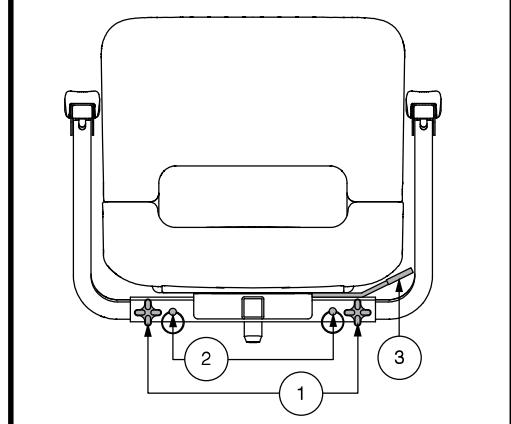

Figura 19. Regolazioni del sedile - Stile A
1. Allentare le manopole di regolazione del bracciolo. Vedere figura 19.